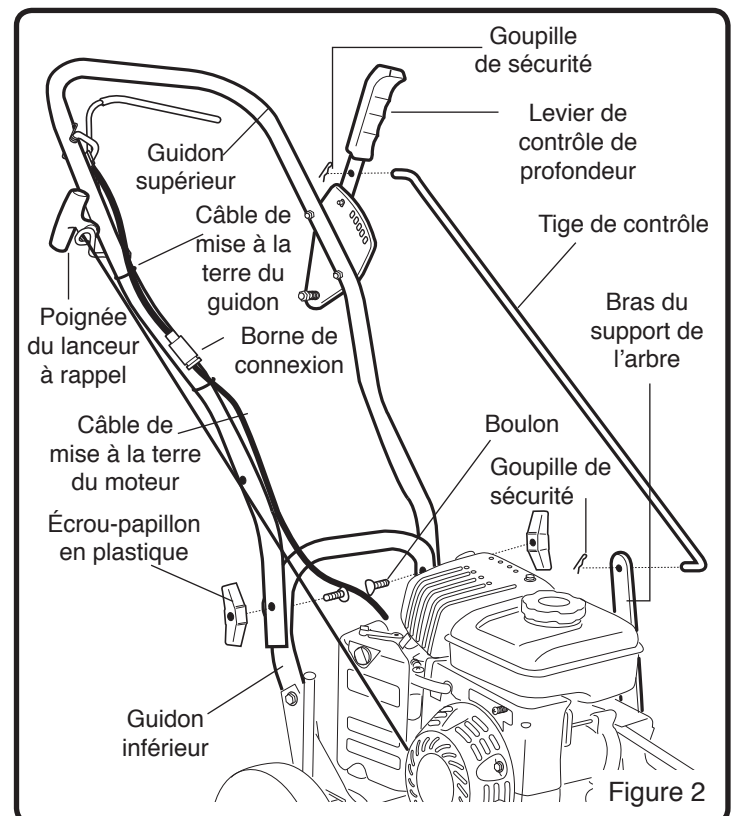

Figure 2
**REMARQUE:** Référez à la Figure 2, lorsque vous suivez les étapes suivantes :
1. Assemblez le guidon supérieur au guidon inférieur, à l'aide des (2) boulons et des (2) écrous-papillon en plastique. Resserrez fermement à la main les écrous-papillon.